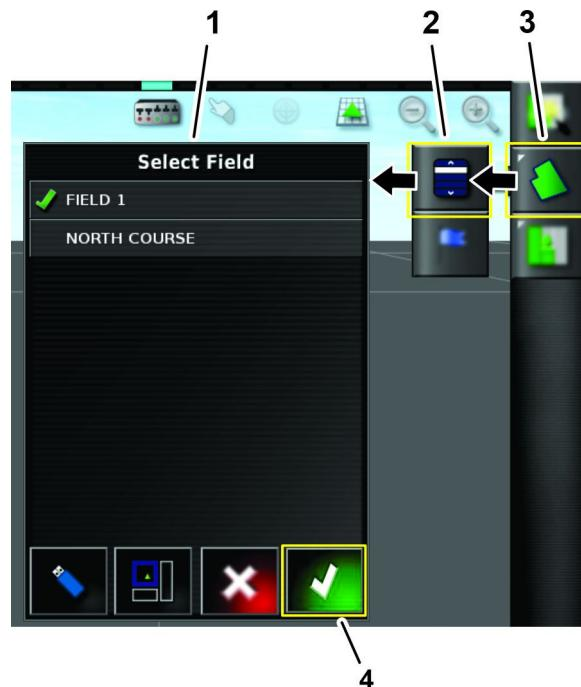

Bild 68
- Wählen Sie den Namen des vorhandenen Bereichs (Bild 68).